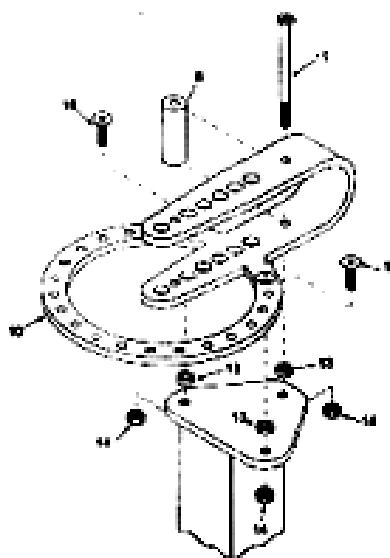
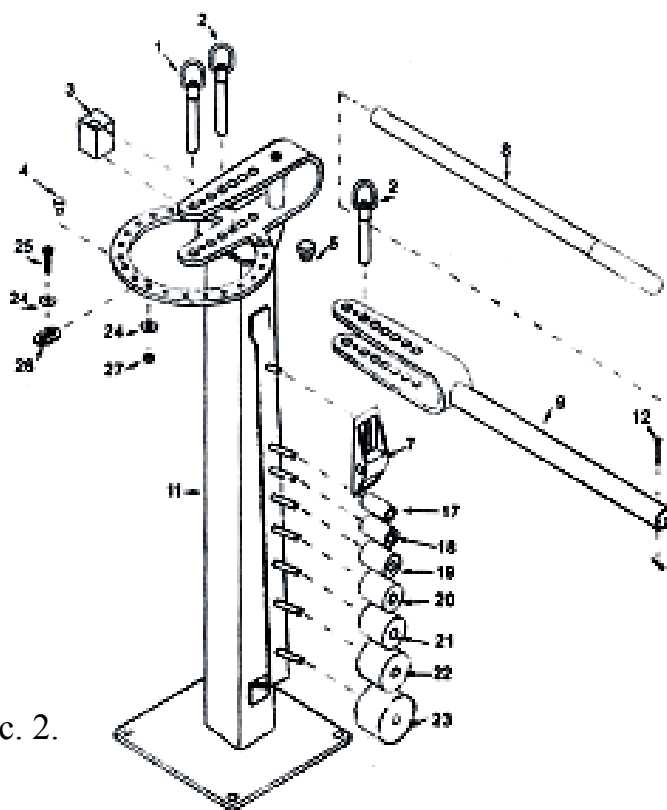

Рис. 1.
Рис. 2.
13. Прокладки. Рис. 1.
1. Установите и зафиксируйте стойку (11) на ровной устойчивой поверхности.
2. Положите три прокладки (13) на отверстия стойки (рис. 1.)
3. Положите круглую матрицу с отверстиями на прокладки и с помощью двух винтов (16) закрепите ее гайками (14).
4. Вставьте держатель (9) в круглую матрицу и зафиксируйте его с помощью длинного центрального пальца (1) (рис. 2.)
1. Ограничитель удерживает обрабатываемый материал на месте в течение всего процесса сгибания между крайней матрицей (17-23) (рис. 2.), расположенной на рычаге (9) и центральным пальцем (1) (рис. 3) или выбранной центральной матрицей. Сгибание материала происходит в зависимости от используемых матриц.